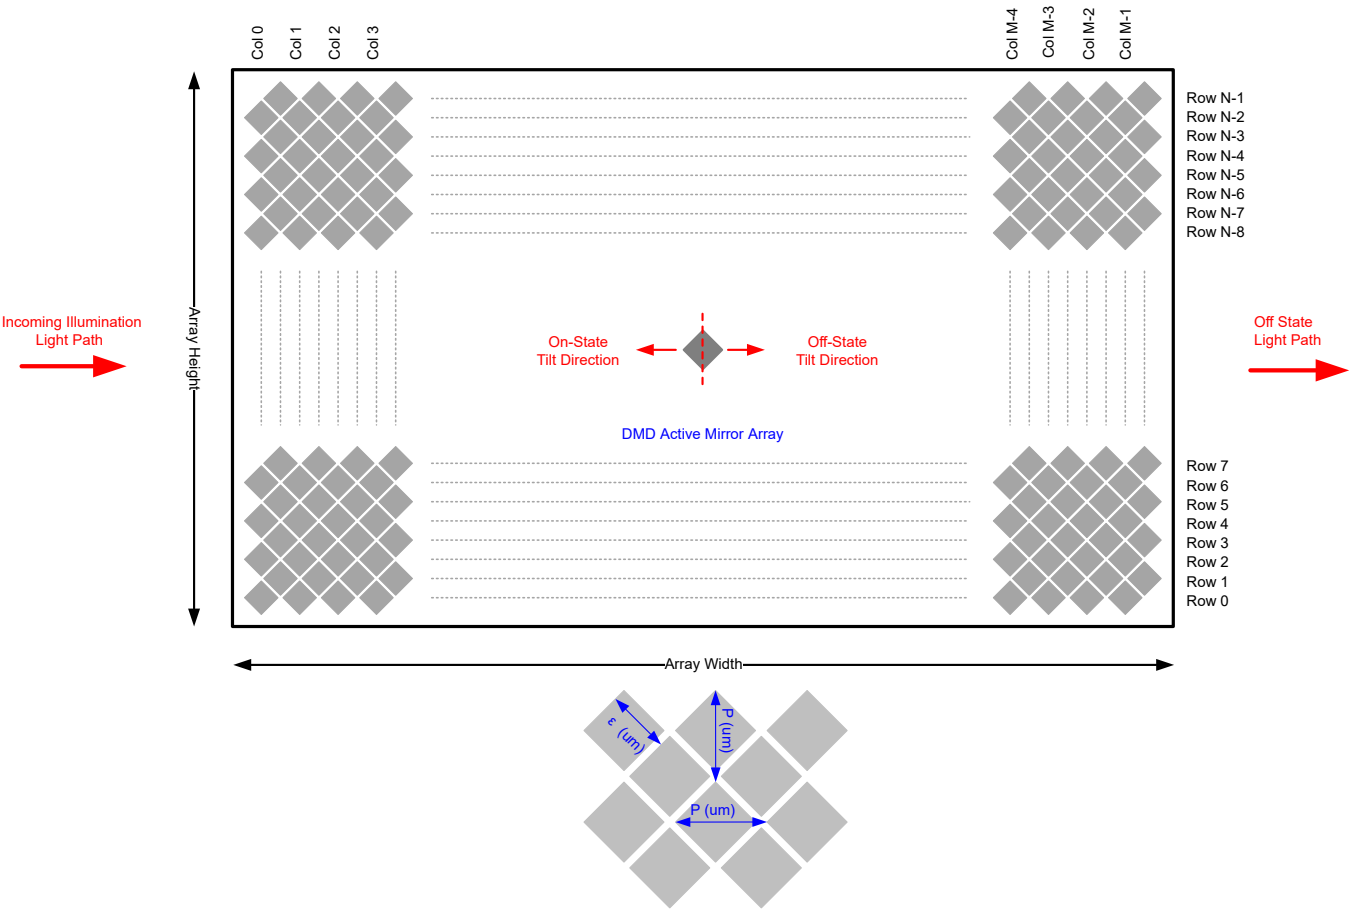

图 5-16. 微镜阵列物理特性
- (1) 请参阅图 5-16。
- (2) DMD 微镜的快速切换速度与先进的 DLP 图像处理算法相结合，使每个微镜能够在每个帧期间在屏幕上显示四个不同的像素，从而可以显示完整的 3840 x 2160 像素图像。
- (3) 有源阵列周围边框的结构和质量包括一条称为微镜池 (POM) 的部分起作用的微镜带。这些微镜在结构上和/或电气上被阻止向亮或“打开”状态倾斜，但仍需要进行电偏置以向“关闭”状态倾斜。